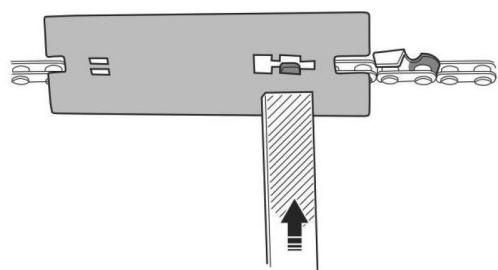

Рис. 26
1. Установите шаблон ограничителя глубины так, чтобы ограничитель подачи был в просвете шаблона, а пластина шаблона опиралась на режущий зуб (рис. 26).